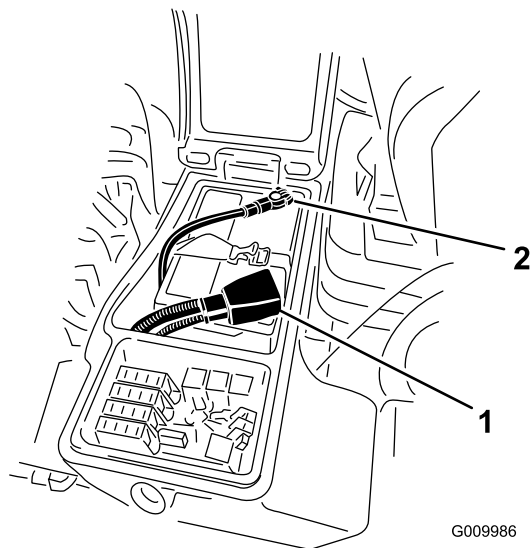

図 75
3. バッテリーのマイナス-端子からマイナスケーブル黒を外し、次に、プラス+端子からプラスケーブル赤を外す 図 75。
6. 赤いケーブルをバッテリーの端子に、黒いケーブルはバッテリーの端子に固定する 図 75